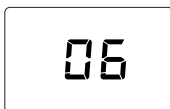

fig. 4- Pornire / Versiune software
- În timpul primelor 5 secunde, pe afișaj apare versiunea software a cartelei (fig. 4).